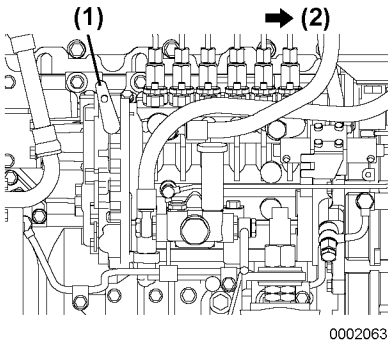

Figura 7
Si por alguna razón no puede parar el motor con el interruptor de paro del panel, empuje la palanca de paro (Figura 7, (1)) hacia delante (Figura 7, (2)) para parar el motor en el compartimiento del motor.